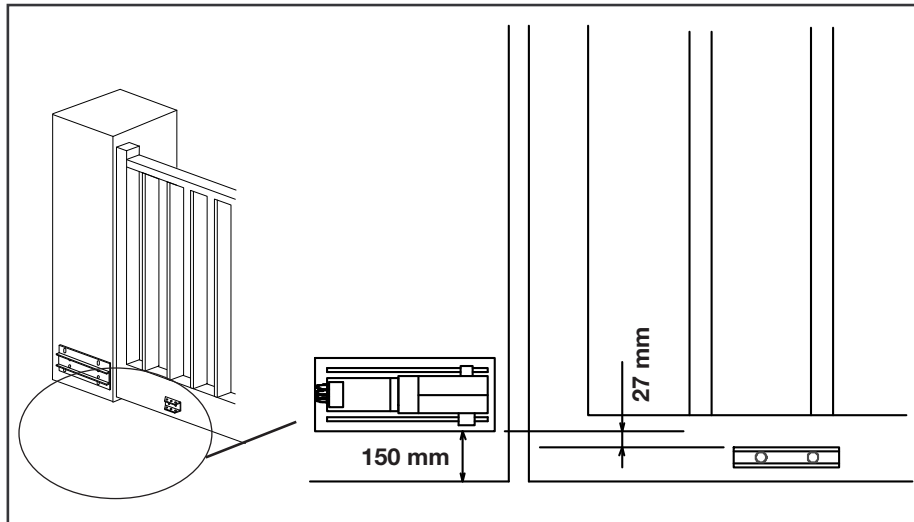

Fig. 2A
- 2- Fissare la piastra-base del motore al muro in posizione orizzontale, a un minimo di 150 mm dal pavimento e a 27 mm. di differenza tra la parte inferiore della piastra - base e la parte superiore della staffa di supporto del braccio articolato (Fig. 2A).
- 2 - Fix the motor basic plate to the wall in horizontal position, at 150 mm height from the floor and with 27 mm clearance between the plate-base lower part and the articulated arm bracket upper part (Fig. 2A).
- 2- Fixer la plaque -base du moteur à la paroi en position horizontale, à 150 mm minimum du sol et à 27 mm d'écartement entre la partie inférieure de la plaque-base et la partie supérieure de la bride de support du bras articulé (Fig. 2A).
- 2- Die Grund-Platte des Motors in waagerechter Stellung an der Wand befestigen, 150 mm minimum von Boden und 27 mm Entfernung zwischen der Grund-Platte Unterseite und der Halterungsobenseite des Gelenkarms (Abb. 2A).
- 2- Fijar la plancha-base del motor a la pared en posición horizontal, a un mínimo de 150 mm desde el suelo e a 27 mm de distancia entre la parte inferior de la plancha-base y la parte superior del soporte del brazo articulado (Fig. 2A).
- 2- Fixar a placa-base do motor na parede em posição horizontal, a um mínimo de 150 mm do solo e a 27 mm de distância entre a parte inferior da placa-base e a parte superior do suporte do braço articulado (Fig. 2A).